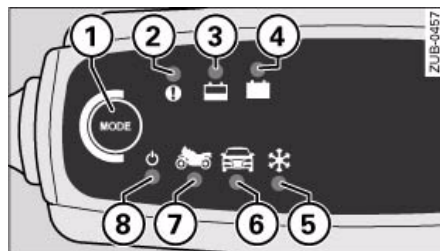

Abb. 5 Anzeige Batterieladestand
Die Kontrollleuchte Stand-by ⇒ Abb. 5 (8) leuchtet: Das Batterieladegerät erhält Strom und ist eingeschaltet.